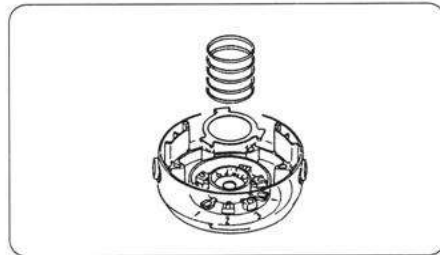

図18
- ①「ナイロンコードの交換」を参考にナイロンコードキャップをはずし、ナイロンコードリールとリールスプリング、ディスクを取り出します。
- ②ナイロンコードボディの奥に、1、2、3の番号があります。(図18)
※ディスクの標準セットは、ナイロンコードボディのディスク受けの2番の位置ですので、ディスク2にセットしてください。(図18)